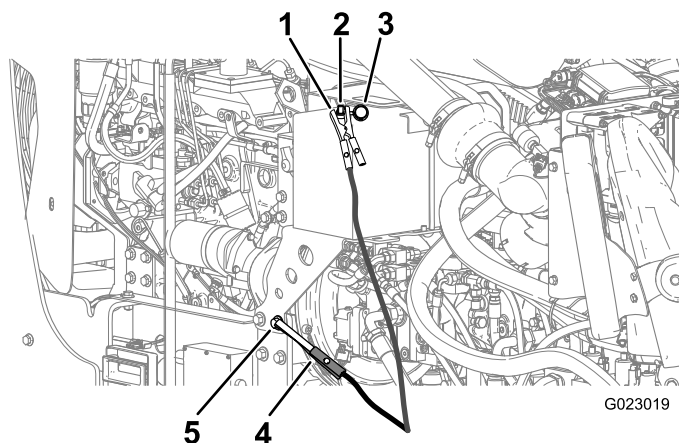

Рисунок 132
6. Снимите крышку со штыря запуска от внешнего источника (Рисунок 132).
7. Подсоедините положительный (+) соединительный кабель к положительному штырю внешнего источника (Рисунок 132).
8. Подсоедините отрицательный (-) соединительный кабель к точке заземления, такой как неокрашенный болт или деталь шасси (Рисунок 132).
10. Когда двигатель запустится, другой человек должен отсоединить отрицательный (-) соединительный кабель от рамы и затем положительный (+) соединительный кабель (Рисунок 132).